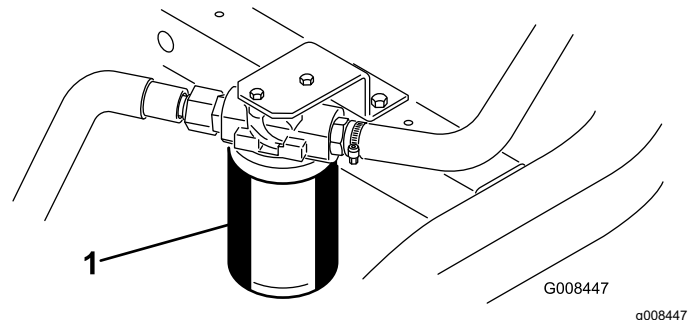

Figura 50
1. Curățați suprafața din jurul zonei de montare a filtrului (Figura 50). Aezai o tavă de golire sub filtru și îndepărtați filtrul.